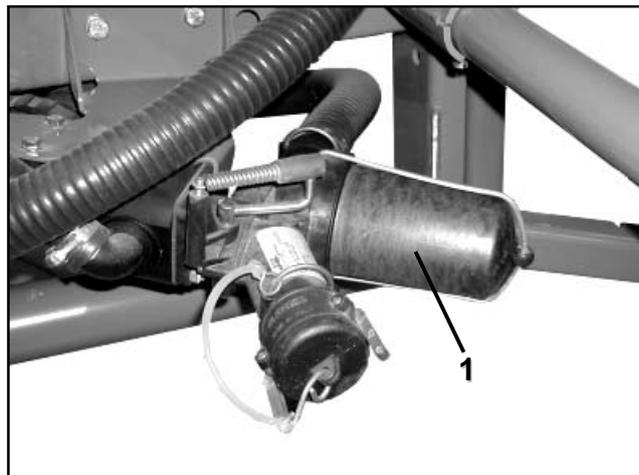

Fig. 7.14
- Les reliquats de bouillie diluée qui restent techniquement dans le fond de cuve sont récupérés par la vanne de vidange (fig. 7.14/1) dans un récipient adapté à cet effet.